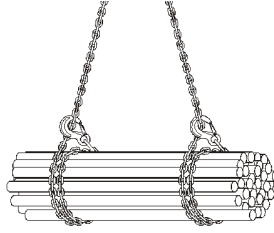

Bild 11: dubbelt surrad i samma riktning
**Anslagstyp - dubbelt surrad:** Denna metod tillhandahåller en högre säkerhet vid lösa buntar genom att lasten surras en gång till (se bild 11 och 13). Om dubbel surrning används begränsas bärförmågan (WLL) även här till 80 % av bärförmågan enligt påhänget.